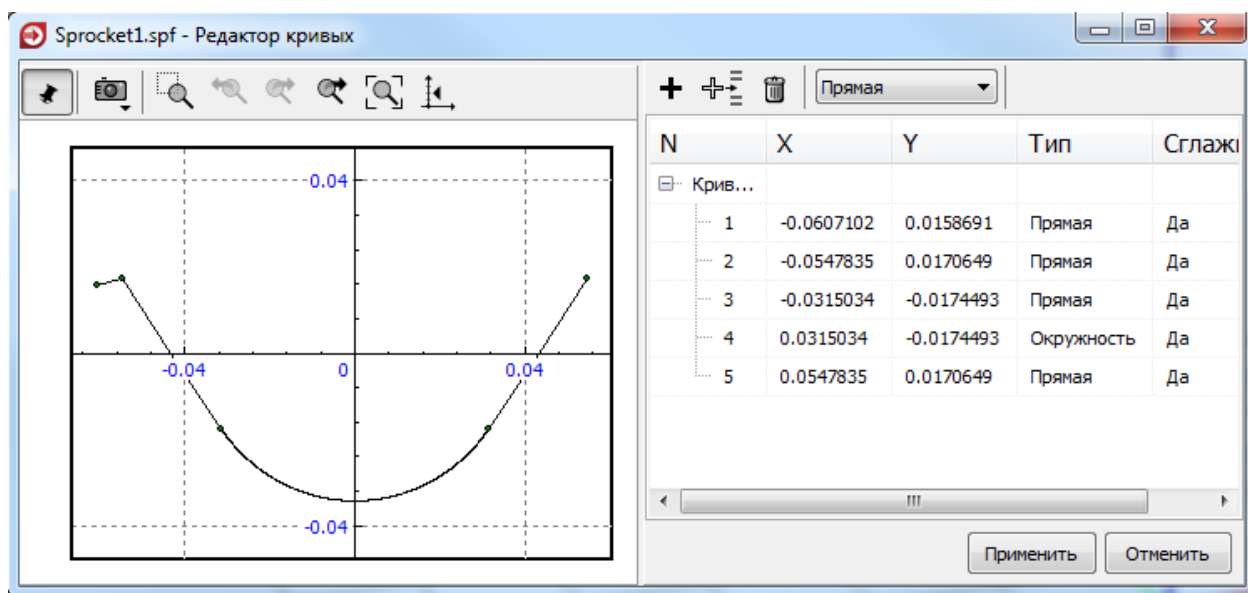

Рис. 2.12. Профиль зуба
- щелчком на кнопке  откройте редактор, рис. 2.12.